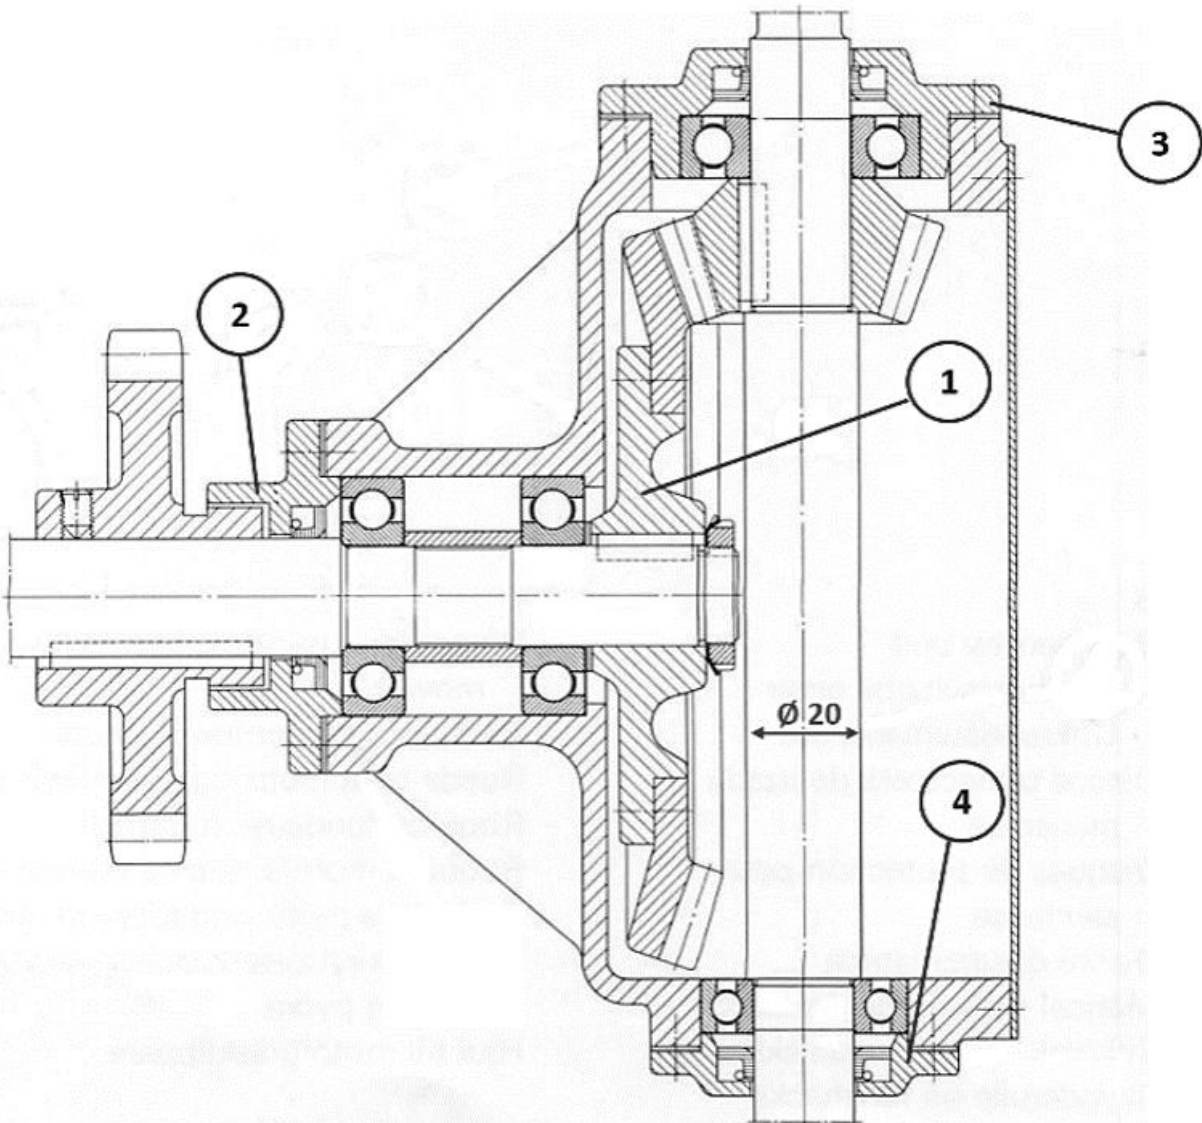

Figura 1
Estrarre il particolare (1) o il (2) o il (3) del complessivo di **Figura 1** eseguendone il **disegno costruttivo**. Le dimensioni reali degli elementi devono essere determinate utilizzando il diametro riportato sul complessivo. L'allievo deve **rappresentare tutti gli elementi secondo le normative UNI-EN-ISO**, correggendo eventuali errori o imperfezioni di rappresentazione che possono essere presenti nei complessivi (filettature, linee di fondo mancanti, tratteggi sulle sezioni, indicazioni superate dall'attuale normativa, etc.).